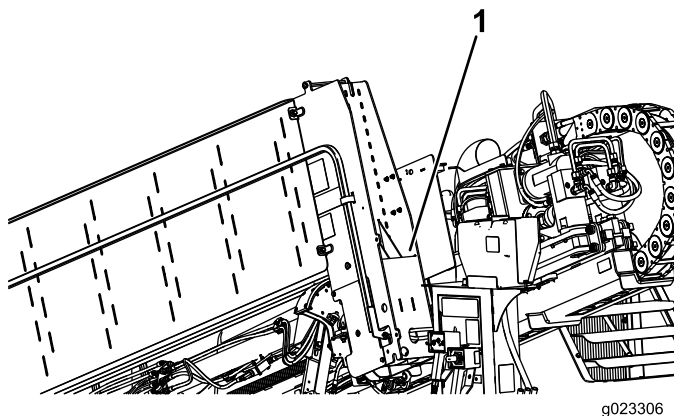

Figure 100
7. Rangez le dispositif de blocage de vérin près du réservoir d'antigel (Figure 100).